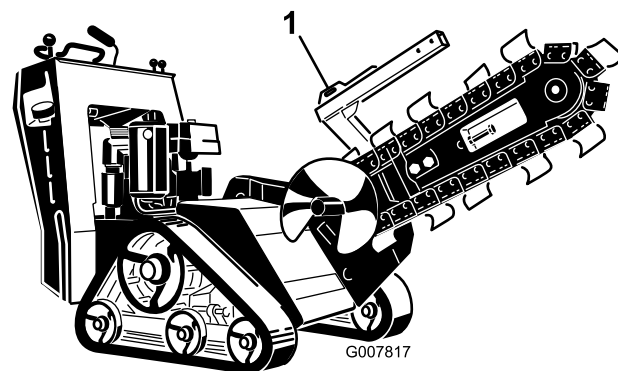
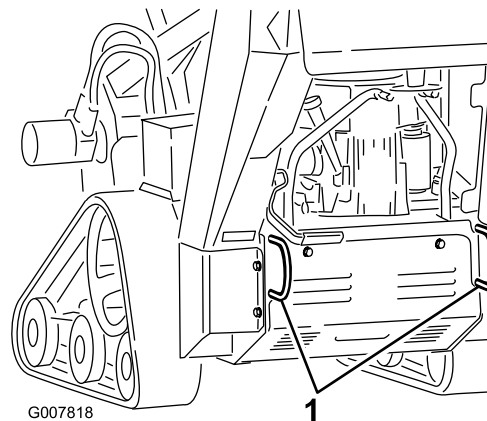

Bild 23
Bild 24
3. Befestigen Sie Ketten oder Riemen an den Vergurtungsstellen bzw. Hebelaschen vorne und hinten an der Maschine, um die Maschine am Anhänger zu befestigen (Bild 23 und Bild 24). Halten Sie die örtlichen Vorschriften für Anhänger und Vergurtung ein.
Sie können die Maschine mit den Vergurtungs- und Hebeschlaufen als Hebestellen hochheben (Bild 23 und Bild 24).